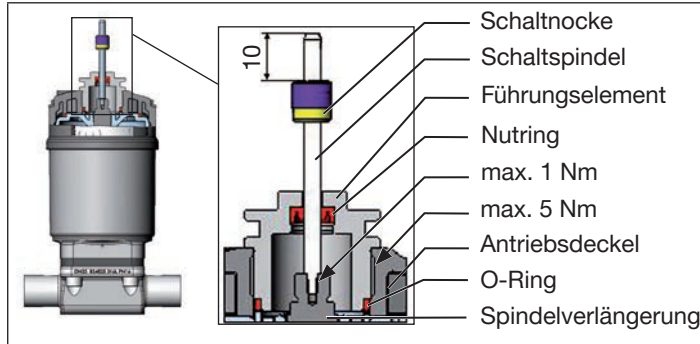

Bild 7: Montage der Schaltspindel (2), Reihe 21xx
- Schaltnocke so auf der Schaltspindel positionieren, dass der Abstand von Schaltnocke bis Spindelansatz 10 mm beträgt (siehe „Bild 7“).